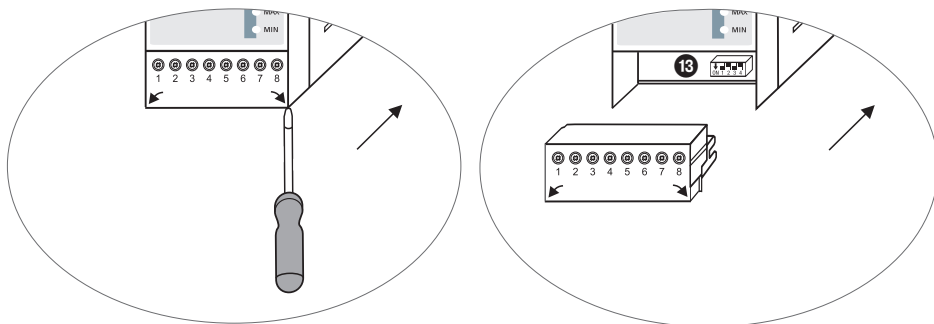

Bild 6
- **Dra av den nedre kopplingsplinten. Bild 6**